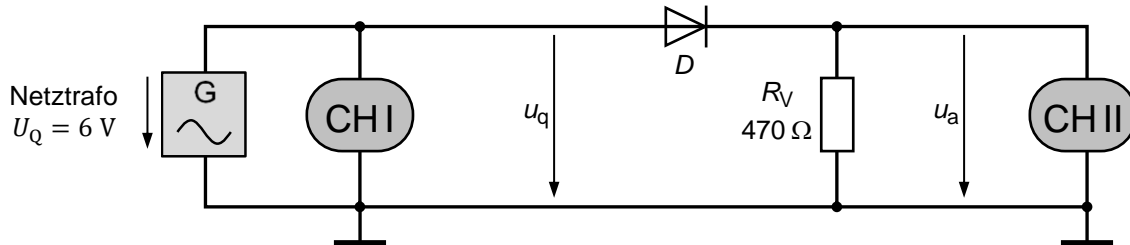

Bild 2-10: Versuchsaufbau zur Einweggleichrichtung
b) Bild 2-10 auf Seite 2-6 zeigt einen Versuchsaufbau mit einer **Diode zur sog. Einweggleichrichtung**. Die Eingangsspannung u_e des Gleichrichters hat einen sinusförmigen Verlauf: